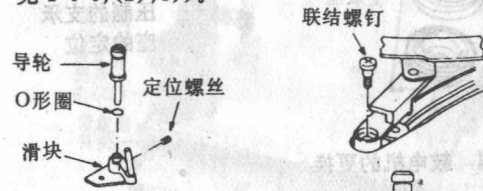

图1-3-22 导轮的更换
- ① 松开调整螺丝,如图1-3-22所示。
- ② 反时针旋转导轮并将它拆下。
- ③ 当移动导轮时,○形圈可能贴附在导轮上,将它取下插入到新的导轮上。
- ④ 当再安装时,按照与上述相反的步骤进行。
- ⑤ 更换完成之后,执行磁带传输调整中的直线性调整(参见1-4-4、(2)、3))。